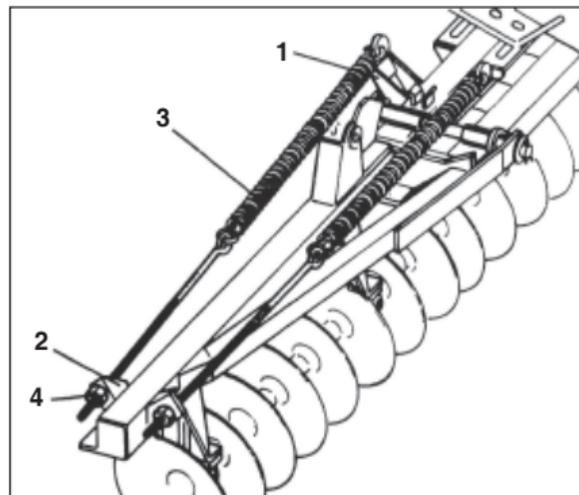

FIGURA 10
MONTAJE LAS MOLAS DE ARTICULACIÓN (FIGURA 10)
19 - Colocar el resorte item 3, **FIGURA 10**, en el soporte de la armazón central item 1, colocar el tirante de reglaje item 4 en la otra extremidad del resorte e introducirlo en el soporte del armazón lateral item 2.